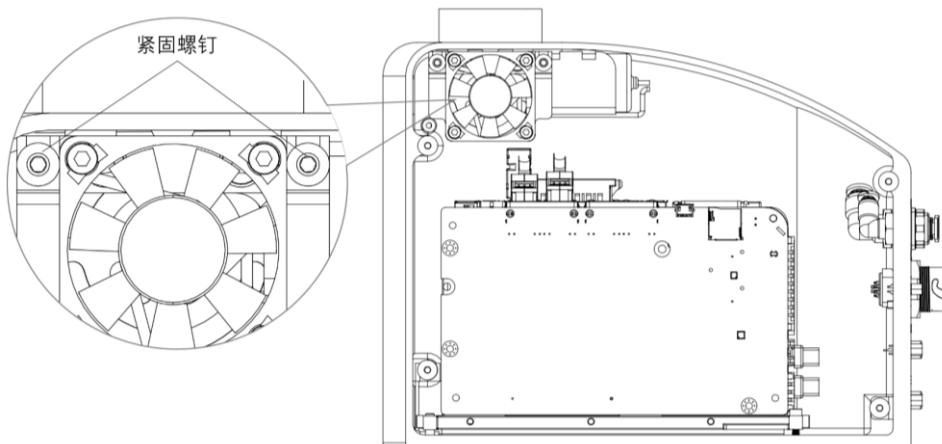

图 5-7 风扇螺钉拆卸示意图
**步骤2** 使用 2.5 号内六角扳手拧松螺钉，拆下风扇模组，螺钉位置如图 5-7 所示。